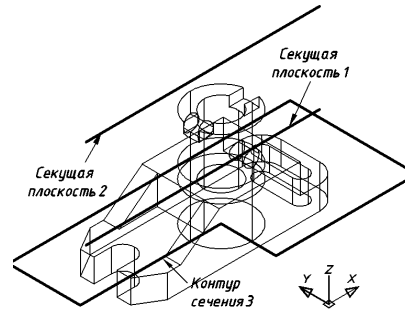

Рис. 53
- ◆ Создаем изображение фронтального разреза (рис. 53, 54).